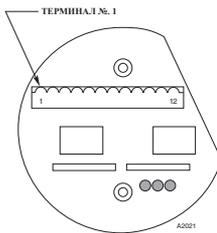
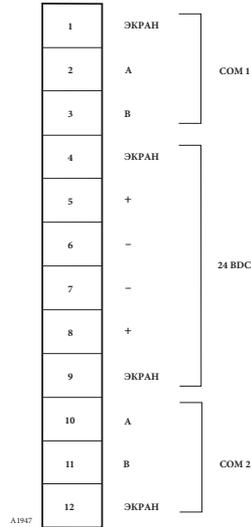

Рисунок 3-2 Расположение клемм для подключения сетевого расширителя
Рисунок 3-3 - Обозначение клемм сетевого подключения расширителя
2. Подключите провода питания 24 В пост. тока и сетевой кабель связи к клеммнику. (Расположение клемм см. на рис. 3-2, а их обозначение - на рис. 3-3).